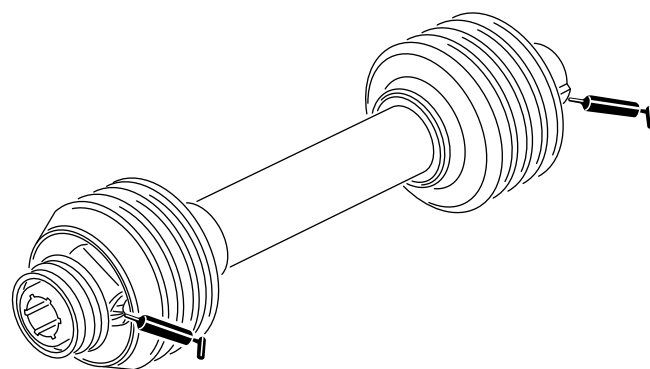

Figura 10
2. Engrase los engrasadores de los cojinetes del eje del ventilador como se muestra en la Figura 10 con grasa de litio N° 2.
Engrase los 2 engrasadores del árbol de transmisión como se indica en la Figura 10 con grasa de litio N° 2.